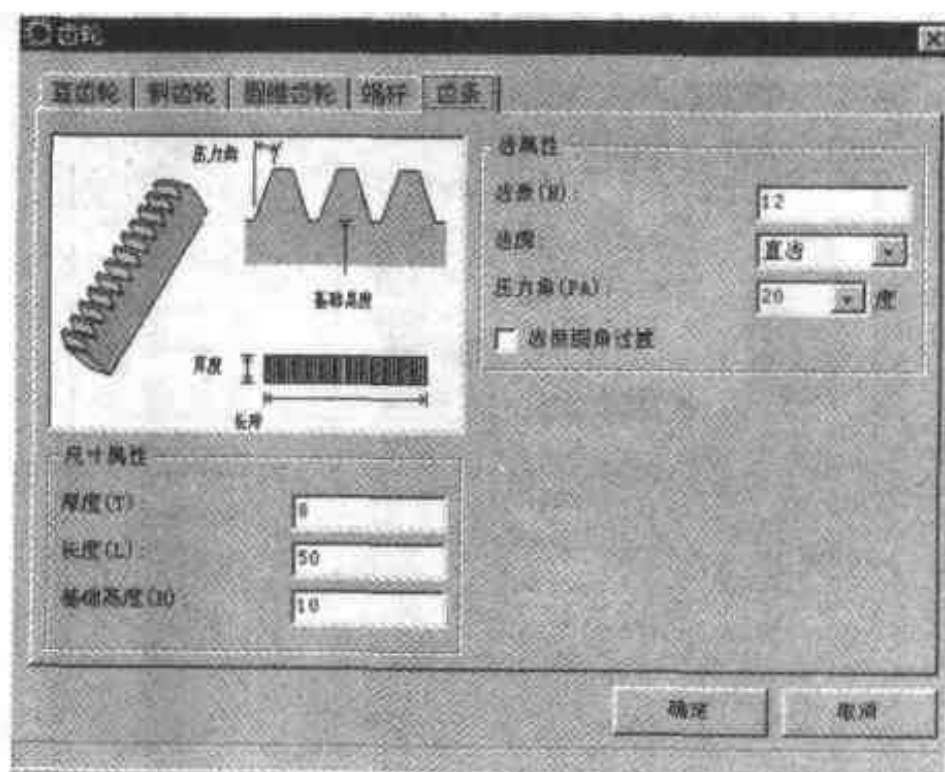

图 1.25 【齿条】选项卡
**【齿条】**选项卡(图 1.25)提供两种特有的尺寸属性选项：